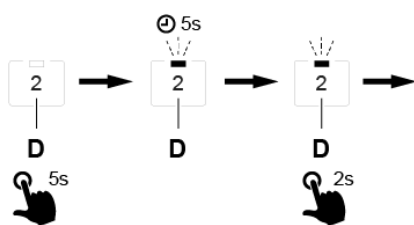

Fig. 11
- Hvis du vil omprogrammere funksjonsmodus til alternativ 2, trykker og holder du inne knapp D i fem sekunder. Se Fig. 11. Slipp opp knappen når LED-lampen begynner å blinke.